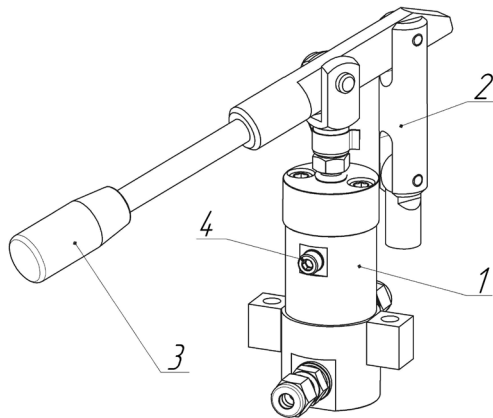

Рисунок 3. Ручной насос
Ручной насос выполнен в виде отдельного узла и состоит из корпуса 1 (Рис. 3), системы рычагов 2 и ручки 3. Он установлен в гидравлической системе МП после стакана для рабочей жидкости перед фильтром с обратным клапаном.
6.7 На ручном насосе открутите винт 4 (Рис. 3) на $\frac{1}{2}$ оборота. Плавно качайте ручку насоса 3 до тех пор, пока из-под уплотнения винта 4 не перестанут выходить пузырьки воздуха. После этого, закрутите винт 4 с небольшим усилием.